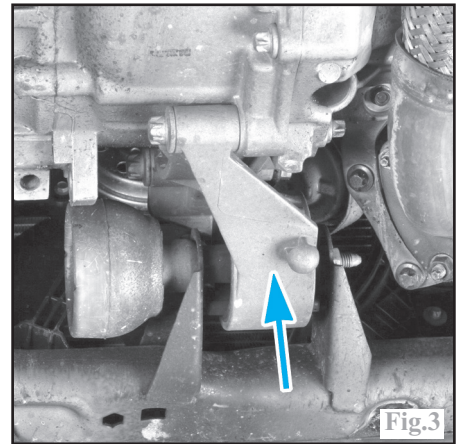

Fig.3
- le support moteur avant (Fig.3) du berceau.